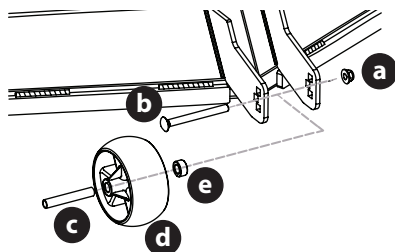

Figura 15
6. Retire la tuerca de seguridad (a) que fija una de las ruedas de calibración delanteras a la plataforma. Quite el tornillo con reborde (b), el separador tubular (c) y el espaciador con reborde (e) para quitar la rueda (d) (Figura 15).